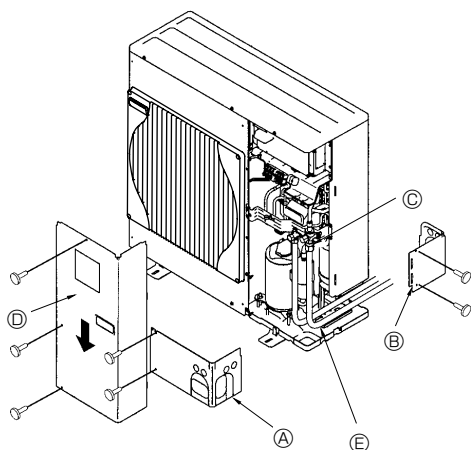

Fig. 4-3
4.3. Прокладка труб хладагента (Fig. 4-3)